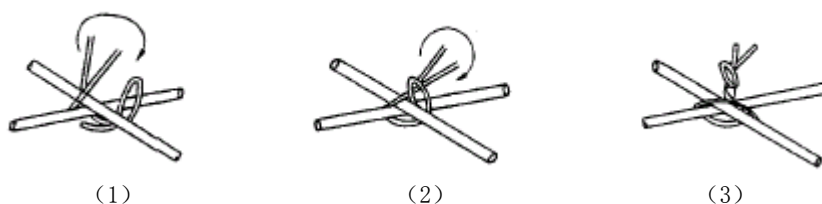

图 3.2.3 顺扣绑扎顺序
3.2.4.4 绑扎板筋时一般用顺扣（见图 3.2.3）或顺扣呈八字形交叉绑扎，除外围两根筋的相交点应全部绑扎外，其余各点可交错绑扎（双向板相交点须全部绑扎）。如板为双层钢筋，两层筋之间须加钢筋马凳，以确保上部钢筋的位置。负弯矩钢筋每个相交点均要绑扎。